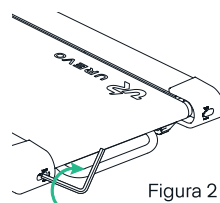

Figura 2
- Si la cinta de caminar está desviada hacia la derecha, por favor con la llave hexagonal gire $\frac{1}{4}$ de vuelta en sentido horario el tornillo del rodillo tensor derecho (por favor consulte la figura 2).